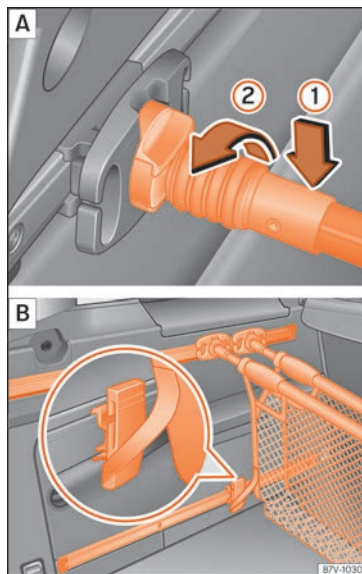

Fig. 147 Enganche la red para el equipaje A y utilícela como bolsa B.
Coloque por arriba la varilla de sujeción en el soporte para la red del equipaje » » » fig. 147
- Enganche la cinta de fijación de la red para equipaje por debajo en uno de los elementos de fijación móviles » » » fig. 147 B.